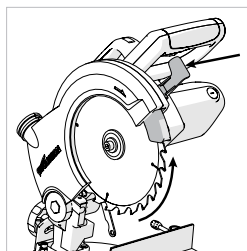

Рис. 25
- Нажимая на рычаг (а) блокировки нижнего защитного кожуха, поверните нижний защитный кожух (б) вверх и вставьте его в верхний защитный кожух (**рис. 25**).